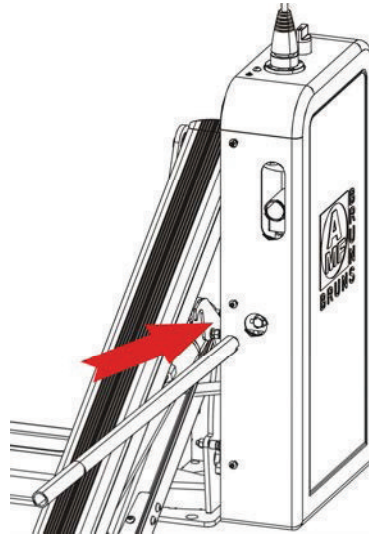

Abbildung 16: Notsenkventil (1)
- ⇒ Stecken Sie den Bedienhebel in die Öffnung vor dem Notsenkventil (siehe Abbildung 16).